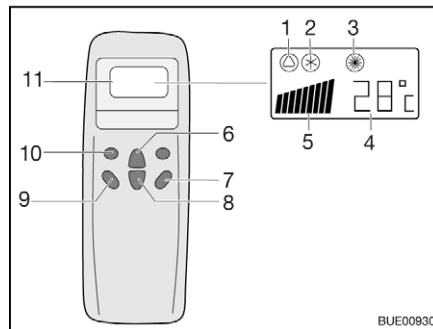
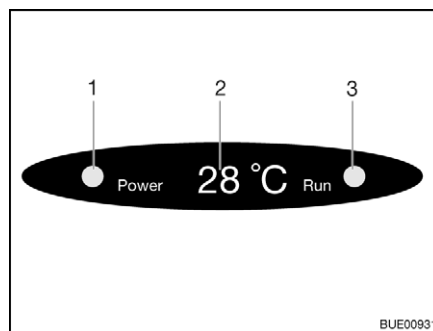

Fig. 204 Télécommande
Fig. 205 Affichage sur le diffuseur
- Appuyer sur la touche "ON/OFF" (Fig. 204,7).
- Appuyer sur la touche "Mode" (Fig. 204,10) autant de fois que nécessaire pour que le mode de fonctionnement souhaité (Fig. 204,1, 2 ou 3) s'affiche à l'écran. Le voyant de contrôle correspondant s'allume sur l'écran du diffuseur (Fig. 205,3).
- Régler la température souhaitée avec les touches d'augmentation de la température (Fig. 204,6) ou de diminution de la température (Fig. 204,8).
- Sélectionner le niveau de ventilation souhaité à l'aide de la touche de vitesse du ventilateur (Fig. 204,9).